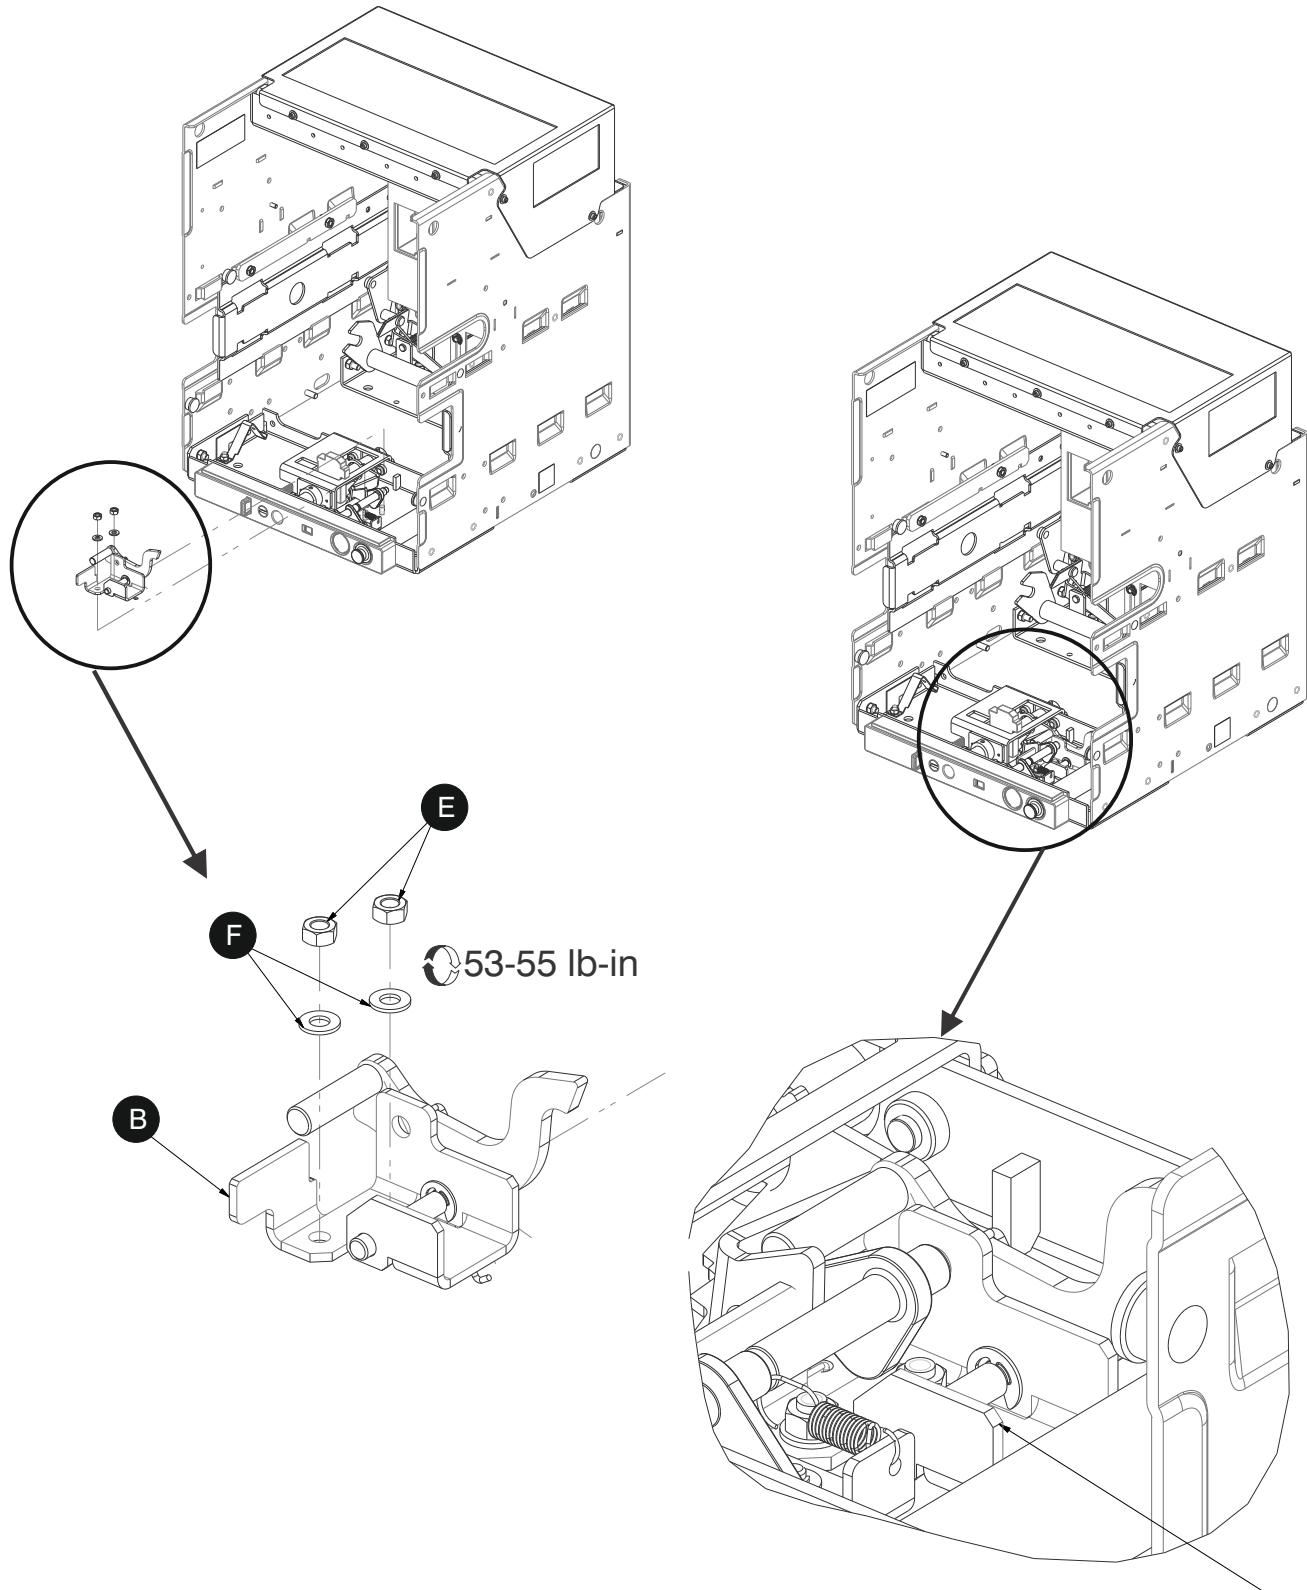

Fig. 23
- Assemble the parts shown in figure 23 from EGL/EGL-Env1 cassette.
- Montieren Sie die in Abbildung 23 gezeigten Teile aus der EGL/EGL-Env1-Kassette
- assembler les pièces illustrées à la figure 23 à partir de la cassette EGL/EGL-Env1